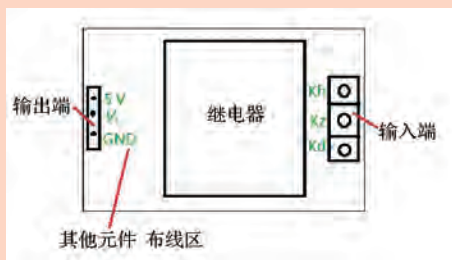

图 3.32 电路板布局
尝试按图3.32设计一块印制电路板,将继电器和晶体管驱动及显示电路全部安装到电路板上,并且在输入与输出端配置合适的连接器。
1. 电路板布局如图3.32所示。